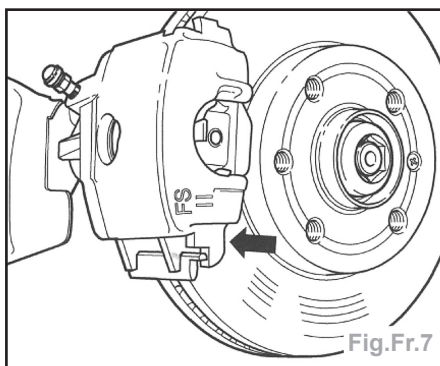

Fig.Fr.7
**Nota** : le tourillon (flèche) de l'étrier doit se trouver derrière le guidage du carter du roulement de roue (Fig.Fr.7).